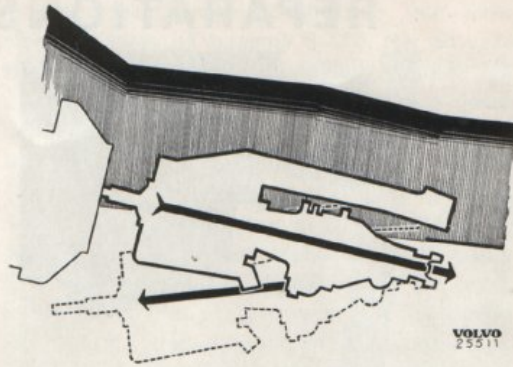
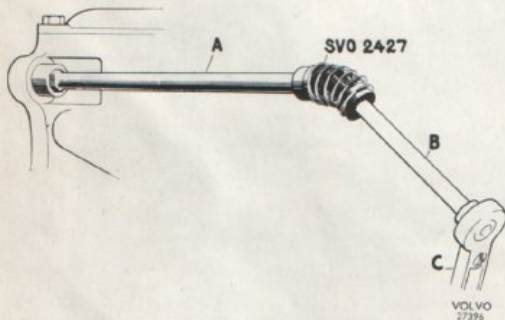

Bild 18. Demontering av växellåda.
Bild 17. Demontering av växellåds-skruvar.
5. Lossa skruvarna som håller växellådan vid svänghjuls-kåpan. Använd nyckel SVO 2487 ($\frac{3}{8}$ " sexkant) eller 2488 (8 mm sexkant) tillsammans med universalknut SVO 2427, förlängare och spärrhandtag för de övre skruvarna, se bild 17. Drag växellådan bakåt och tag ner den enligt bild 18.